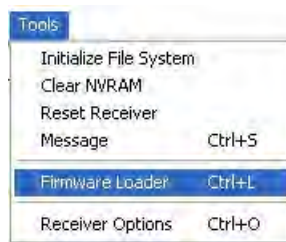

Рисунок 57. Tools->Firmware Loader
4. Нажмите *Tools* ▶ *Firmware loader* (Рис. 57).